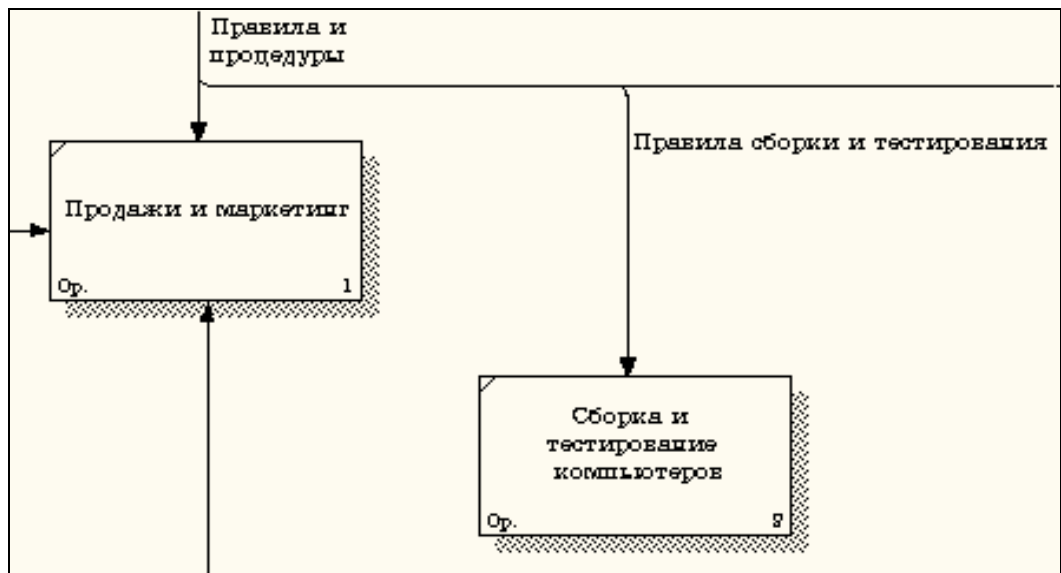

Рисунок 3.6 – Стрелка "Правила сборки и тестирования"
5. Правой кнопкой мыши щелкните по ветви стрелки управления работы "Сборка и тестирование компьютеров". Переименуйте ее в "Правила сборки и тестирования" (рисунок 3.6).